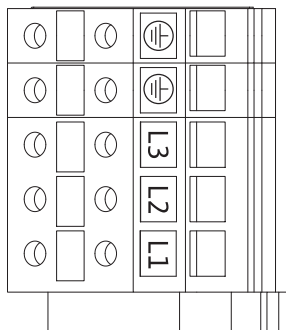

Fig. 26: Leistungsklemmen
- Leistungsklemmen (Netzanschlussklemmen) (Fig. 26)